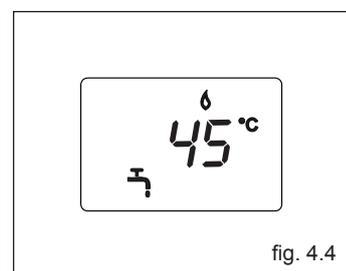

fig. 4.4
Inverno: ruotando il selettore di funzione  all'interno dell'area divisa in segmenti (fig. 4.2b) la caldaia fornisce acqua calda sanitaria e riscaldamento. In caso di richiesta di calore, la caldaia si accende, il visualizzatore digitale indica la temperatura dell'acqua di riscaldamento, l'icona di funzionamento in riscaldamento e l'icona fiamma (fig. 4.3). In caso di richiesta di acqua calda sanitaria, il visualizzatore (2) indica la temperatura dell'acqua sanitaria, l'icona di funzionamento in sanitario e l'icona fiamma (fig. 4.4).
Estate: ruotando il selettore sul simbolo estate  (fig. 4.2) si attiva la funzione tradizionale di solo acqua calda sanitaria. In caso di richiesta di acqua calda sanitaria, il visualizzatore indica la temperatura dell'acqua sanitaria, l'icona di funzionamento in sanitario e l'icona fiamma (fig. 4.4).